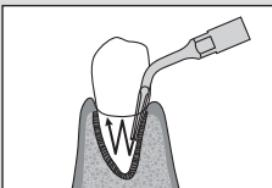

Abb. 3
- Bewegen Sie nicht nur in die mesiodistale und bukkolinguale Richtung, sondern auch auf und ab, als ob sie Wasser zur Spitze leiten würden (leichte Pumpbewegung). Achten Sie gleichzeitig auf die Reichweite des Wasserstrahls (Abb. 3).